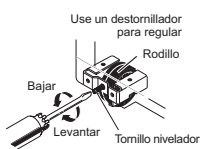

Figura 2.
1. Remueva los tapones de giro de la parte superior de la puerta del congelador. Mueva hacia la dirección opuesta (ver figura 2).
- Si el refrigerador tiene rodillos con tornillos niveladores, vea la figura 2.